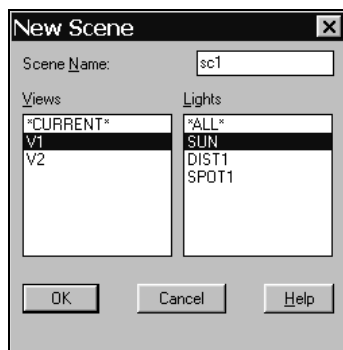

Рис. 10.21. Диалоговое окно **New Scene**
3. В диалоговом окне **New Scene** (Новая сцена) (рис. 10.21) ввести имя сцены, не превышающее восьми символов.